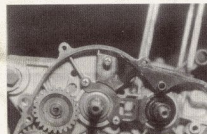

Bild 108
- Kickstarter-Zwischenrad ausbauen: Seegerring mit Spezialzange herausheben, unter und über dem Zahnrad liegt je eine Stahlscheibe 20x12,5x4! Einbaulage: Die tellerförmige Vertiefung wie in Bild 108 gezeigt. Siehe auch Bild 141!